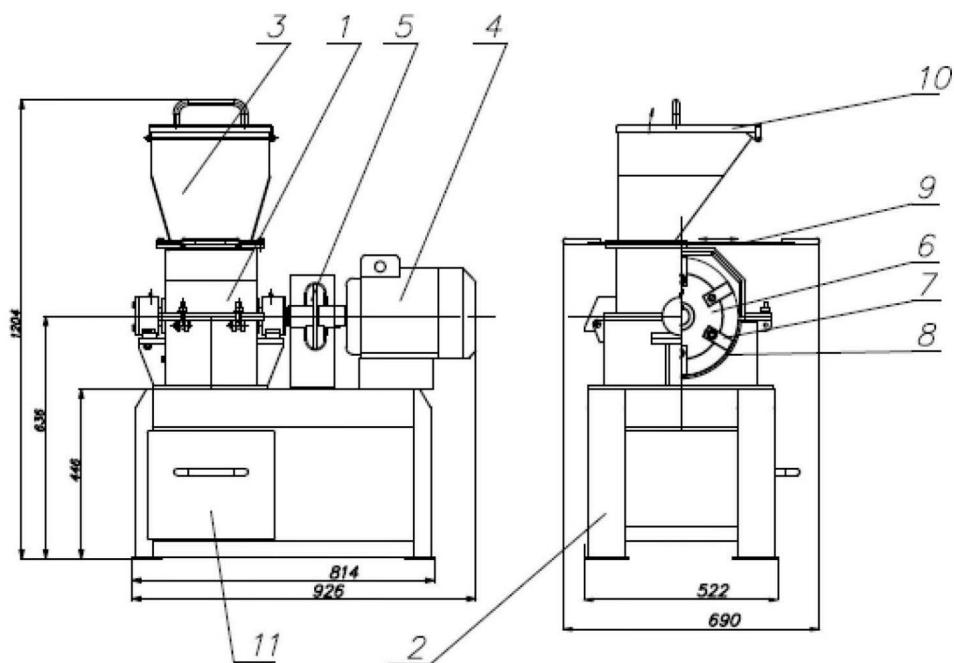
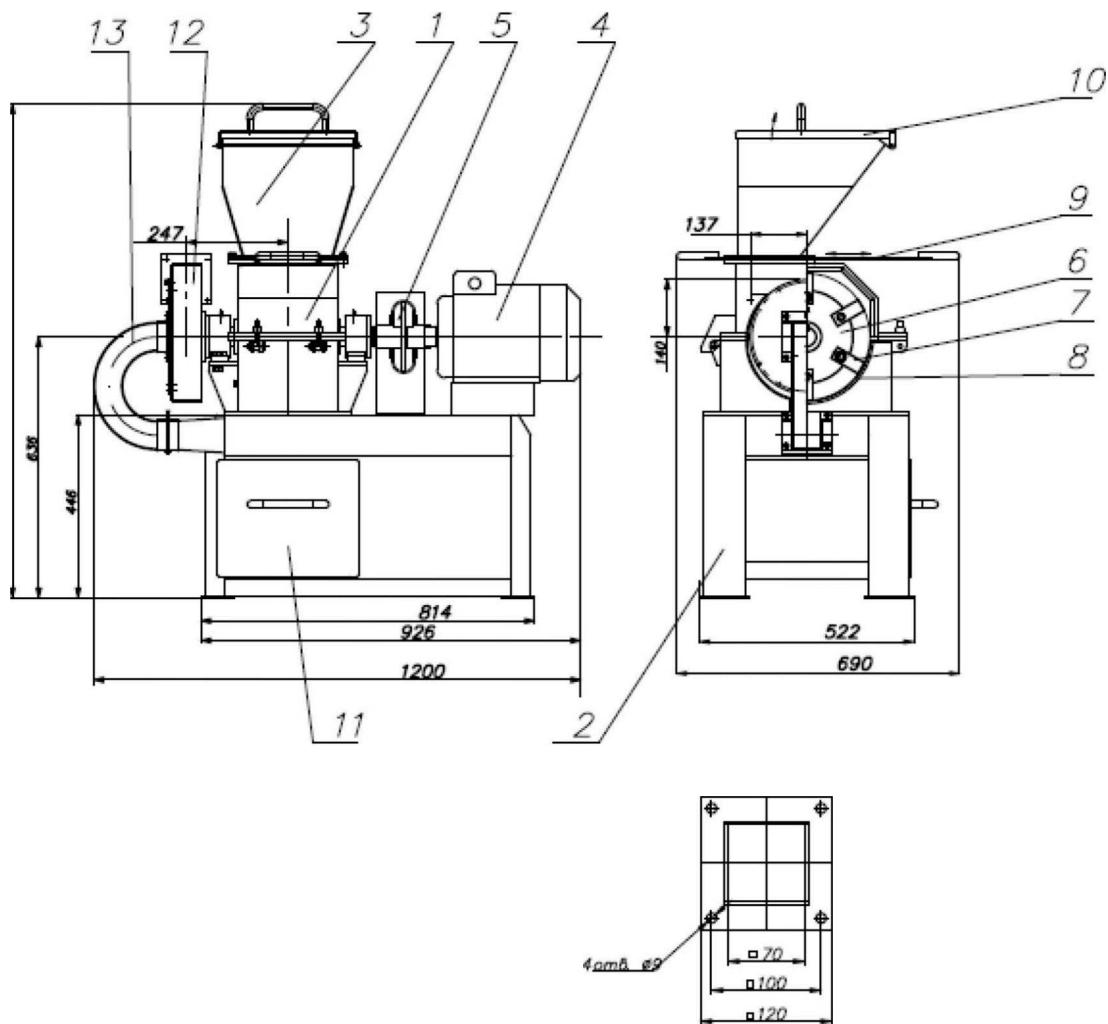

Рис. 1
Рис. 2
МД3х2С (рис.1)	МДВ 3х2С (рис.2)
Устройство дробилки представлено на рис.1.
Устройство дробилки исполнения МДВ представлено на рис.2.
- включать дробилку при снятом кожухе 5 (см. рис.1) и открытом корпусе.